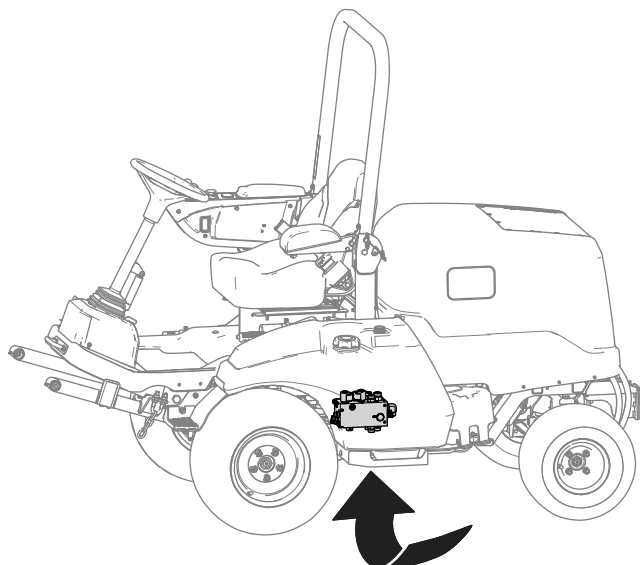

Figure 8
- A. Placez un bac de vidange sous le collecteur hydraulique (montré à la Figure 8).